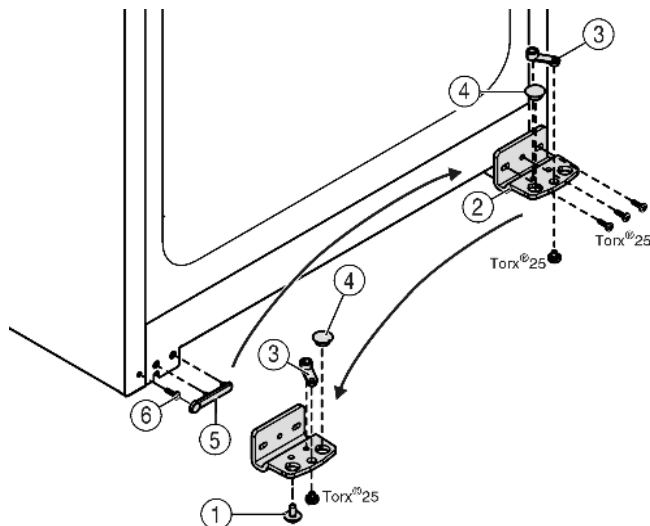

Fig. 5
- Lagerbock Fig. 5 (2) abschrauben.
- Lagerteil Fig. 5 (3) abschrauben und in das gegenüberliegende Aufnahmeloche des Lagerbocks umsetzen, wieder festschrauben.
- Stopfen Fig. 5 (4) aus dem Lagerbock herausnehmen und in das gegenüberliegende Aufnahmeloche des Lagerbocks umsetzen.
- Griffseitige Abdeckung Fig. 5 (5) vorsichtig abheben.
- Schraube Fig. 5 (6) herausdrehen und auf der Gegenseite wieder einsetzen.
- Abdeckung Fig. 5 (5) wieder aufsetzen.
- Lagerbock Fig. 5 (2) auf der neuen Scharnierseite **fest (mit 4 Nm)** ggf. mit Hilfe eines Akkuschraubers wieder festschrauben.